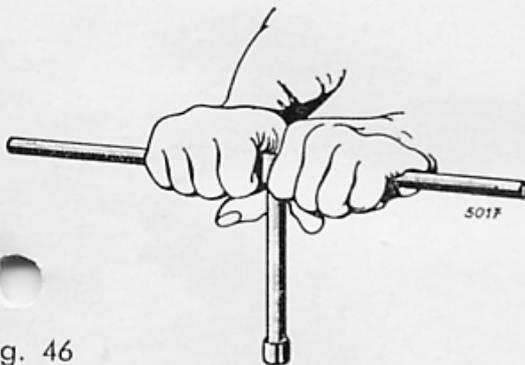

Fig. 46
2. **Serrer les vis** après avoir emboîté la broche, la saisir de court de façon que les mains touchent la clé, le faire en forme de croix et alternativement, sans faire force (Couple de serrage 2,5 à 3,5 kg) – Figure 46 –.
1. **Resserrer les vis de bielles**, voir Figure 46, la broche de la clé à douille ne sortant que d'un côté de la clé, trois mouvements de  $30^\circ$  chacun =  $90^\circ$ . Utiliser des vis neuves après chaque remplacement des coussinets.
2. **Resserrer les vis de chapeau de palier de vilebrequin** comme indiqué sur la Figure 46 en trois mouvements de  $30^\circ$  chacun =  $90^\circ$ .
3. **Resserrer les vis des contre-poids de vilebrequin**, comme indiqué sur la Figure 46, seulement en deux mouvements, le 1er de  $60^\circ$ , le 2ème de  $45^\circ$  =  $105^\circ$ .
4. **Resserrer les vis sur le volant**, comme indiqué sur la Figure 46, seulement en deux mouvements, le 1er de  $45^\circ$ , le 2ème de  $30^\circ$  =  $75^\circ$ .
5. **Resserrer les vis de la poulie à gorges à la sortie avant du vilebrequin**, comme indiqué sur la Figure 46, en trois mouvements de chacun  $30^\circ$  =  $90^\circ$ .